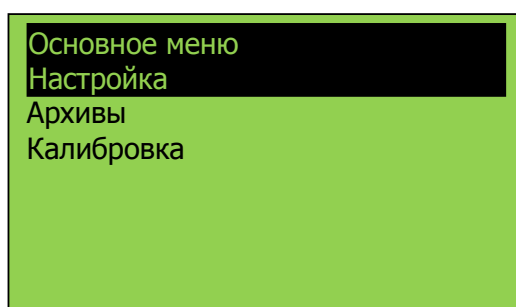

Рисунок 6 – Внешний вид «Основного меню»
1.5.1.1 Для настройки основных параметров Аппарата, управления архивными записями, калибровки точностных характеристик и защиты по току длительным нажатием (в течение 3 с) кнопки управления « $\otimes$ / $\blacksquare$ » перейти в «Основное меню» (см. рисунок 6).